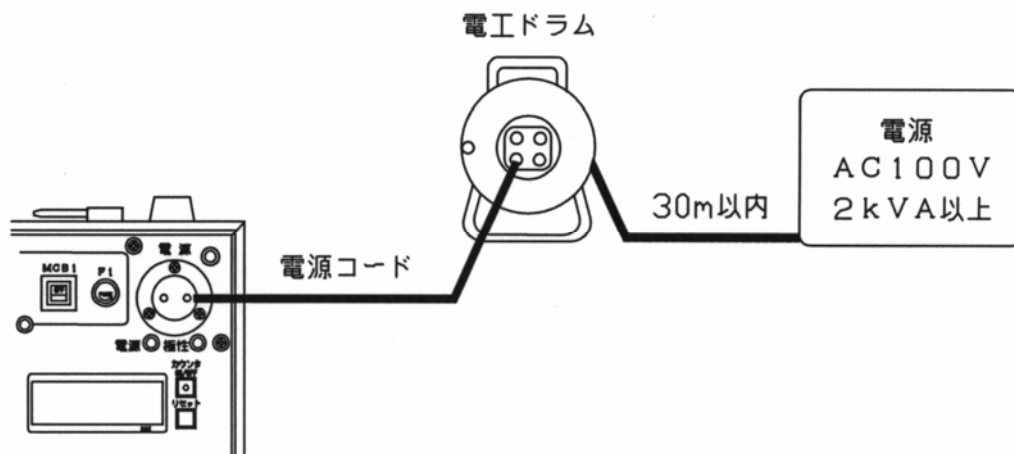

図1：電源の供給方法
2. 試験装置の電源を準備します。商用電源又は、発電機（2 kVA以上）でコードリールは30m以内にし、ドラム内に巻き残しのないようにすべて引き出して下さい。（図1）